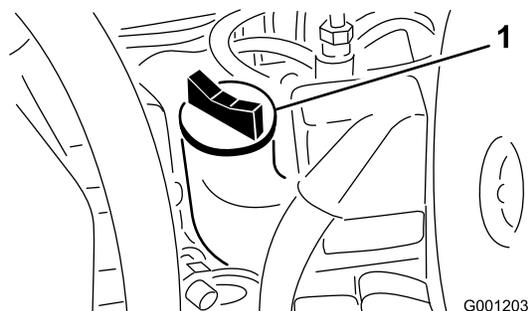

Bild 51
4. Wenn der Ölstand unter der VOLL-Markierung liegt, nehmen Sie den Fülldeckel ab (Bild 51) und gießen Sie genug Öl ein, um den Ölstand bis zur VOLL-Markierung anzuheben. **Füllen Sie nicht zu viel ein..**